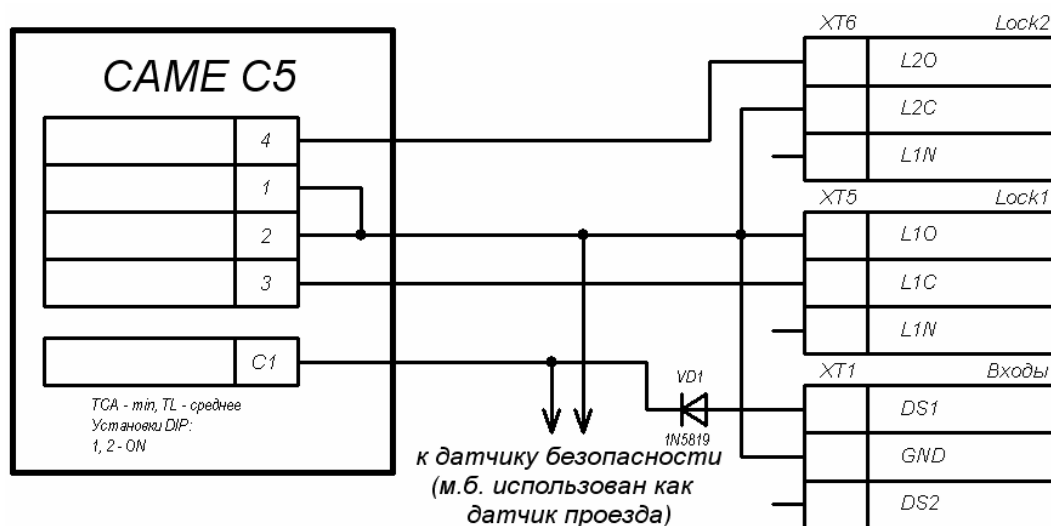

Рисунок 7. Схема подключения шлагбаума CAME с блоком управления C5 к контроллеру автотранспортной проходной
- Схема подключения шлагбаума *CAME* с блоком управления *C5* представлена на рис. 7.